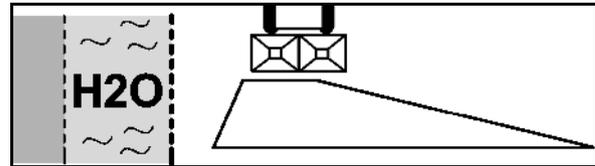

Fig. 71
El valor que se debe ajustar se extrae de la Tabla de dispersión (Fig. 71).
2. Desplazar la pantalla limitadora por la guía (Fig. 73/1) hasta que el indicador (Fig. 73/2) señale el valor determinado por la tabla de dispersión (Fig. 71).